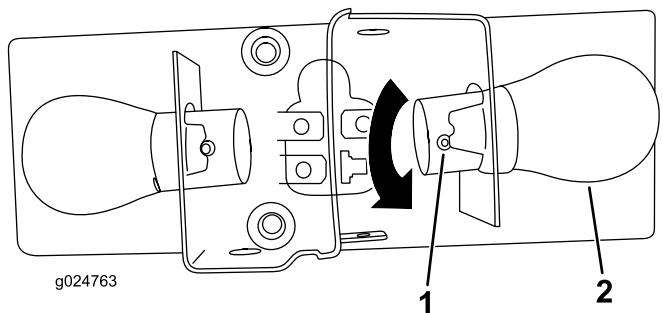

Figura 75
4. Presione hacia abajo sobre el pin de la lámpara, gire la lámpara a la izquierda, y luego tire de la lámpara para sacarla (Figura 75).
6. Gire la lámpara nueva a la derecha hasta que el pin de la lámpara esté alineado con la muesca del portalámparas (Figura 75).